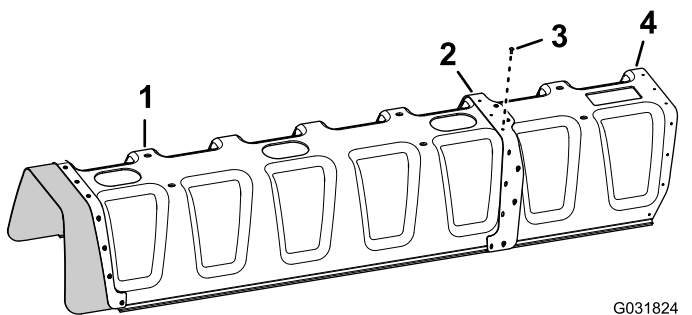

**Figura 180**
- Allineate i fori della piastra di rinforzo (fila doppia) sulla prolunga della copertura con i fori nell'estremità della copertura della barra a 11 ugelli (Figura 180).